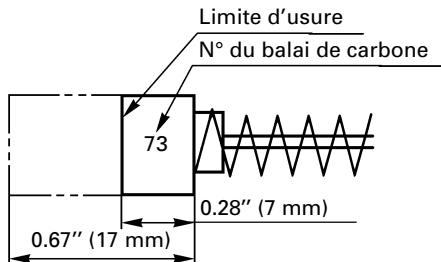

Fig. 19
## 4. Inspection des balais de carbone : (Fig. 19)
**REMARQUE:** Utiliser le balai de carbone HITACHI n° 73 indiqué à la Fig. 19.